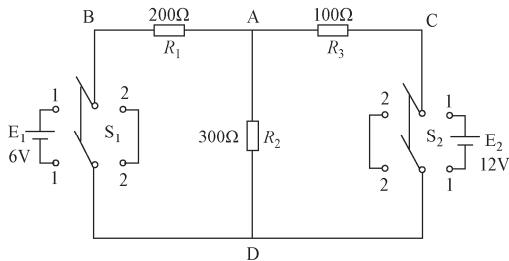

图 2-39 测量电路
- (1) 按照图 2-39，连接测量电路。
- (2) 先估计一下被测电流的大小，然后将转换开关拨至合适的 mA 量程。
- (3) 将开关 S_1 拨向 1 侧，支路 BD 连接电源 E_1 ；开关 S_2 拨向 2 侧，支路 CD 短路，令 E_1 单独作用，测量各支路电流，填入表 2-17 中。